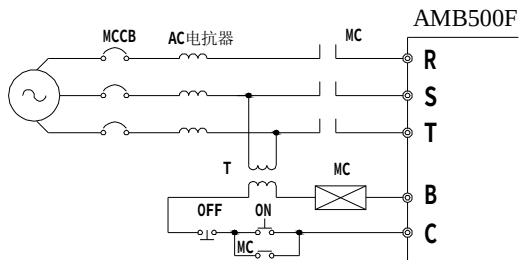

图 3-4 接入输入断路器
- ① MCCB 的容量应为变频器额定电流的 **1.5~2 倍**。
- ② MCCB 的时间特性要满足变频器的过载保护（**150%的额定电流/1 分钟、200%的额定电流/1 秒钟**）特性。
- ③ MCCB 与两台以上变频器或其他设备共用时，可按图 3-4 连接，将变频器故障输出继电器触点接入电源接触器将输入电源断开。